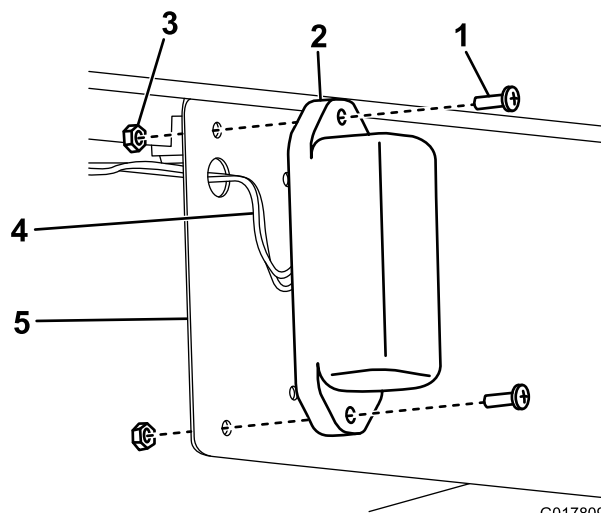

Bild 7
- Führen Sie die Kabel durch die großen Bohrungen in der Nummernschildhalterung und verbinden Sie diese mit den beiden Nummernschildlampen (Bild 7).
- Befestigen Sie Nummernschildlampen an der Nummernschildhalterung mit vier Sechskantschrauben (Nr. 10 x 5/8") und den vier Sicherungsmuttern (Nr. 10), wie in Bild 7 abgebildet.